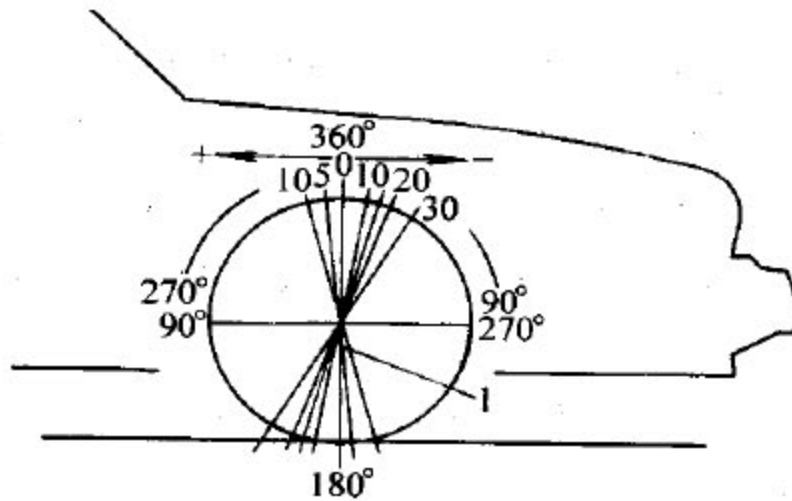

图 5.1-3
1).主销后倾角：主销后倾角是从车辆侧面观察，转向轴最高点偏离垂直方向的倾角，如图 5.1-3 所示。顶点向后的倾角为正(+)，而向前的倾角为负(-)。主销后倾影响转向机构的方向控制，但不影响轮胎磨损。若一个车轮较其他车轮的正主销后倾角大，会使该车轮朝车辆中心线行驶，车辆将向正主销后倾角最小的一侧偏向行驶。